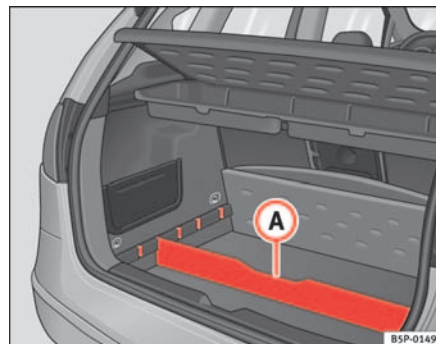

Fig. 104 Separatore del pavimento del vano portabagagli
- Collocare il separatore **A** ⇒ pag. 140, fig. 104, nelle fessure laterali, a seconda delle dimensioni degli oggetti da trasportare. Sotto al vano portaoggetti si trovano gli attrezzi di bordo e la ruota di scorta.